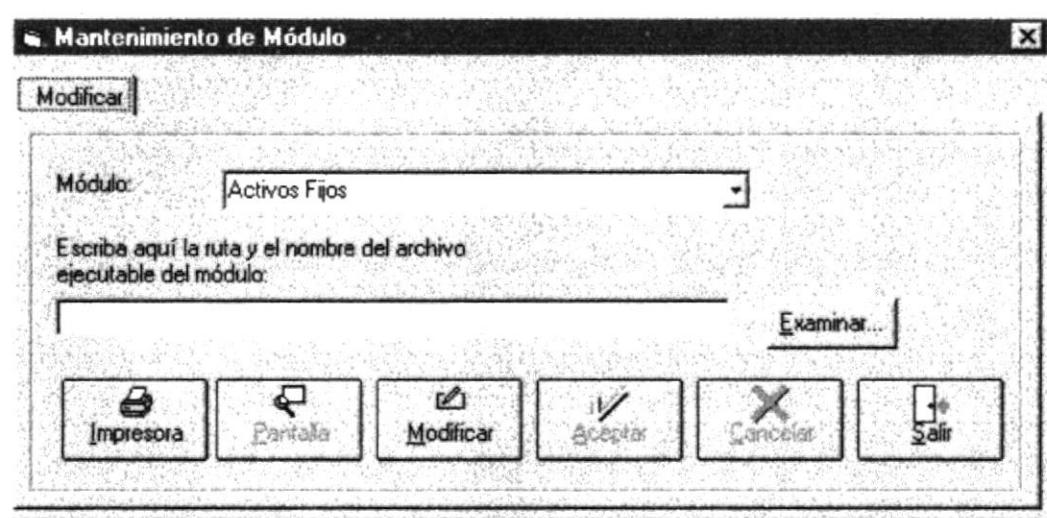

Figura 12.14. Ventana mantenimiento de módulos.
1. Debe hacer click en el menú **Entradas** del menú principal, y elija la opción **Módulos**, si no posee Mouse, debe dirigirse pulsado la tecla **ALT** y la letra subrayada, y con el teclado de cursor o flecha de arriba o abajo, ubíquese en la opción deseada. A continuación se presenta la ventana de mantenimiento de Módulos (Ver Figura 12.14.)